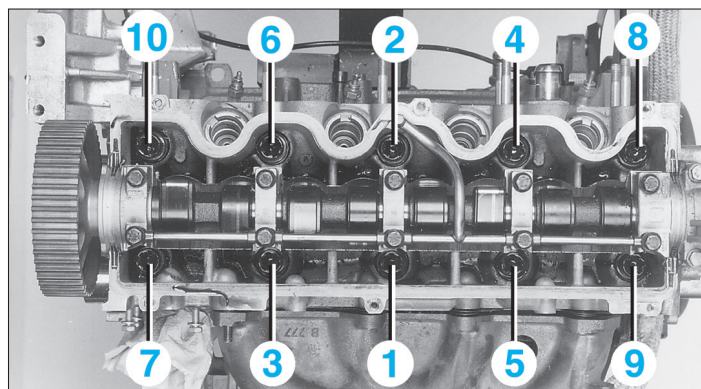

FIG. 31
- Mettre en place la culasse sur le bloc-cylindres et serrer dans l'ordre et au couple prescrit les vis de culasse (fig. 31).